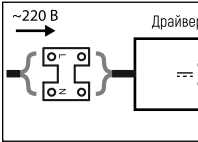

Рис.2
- Обесточьте сетевой кабель. Подключите сетевой кабель к драйверу светильника. (Рис.2)